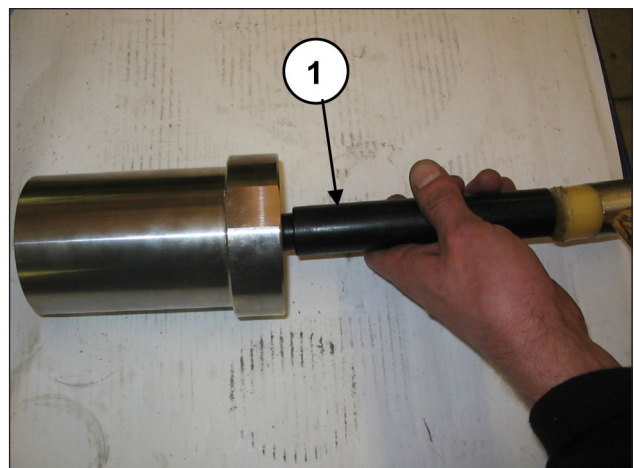
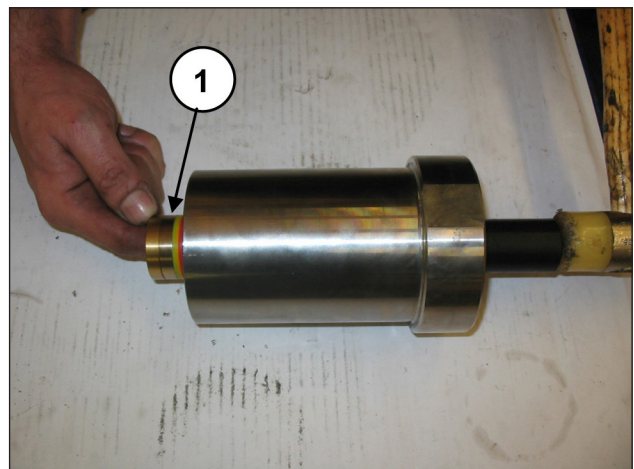

Abb. 114
Abb. 115
Entnehmen Sie nach Trennung der Buchse vom Dichtungshalter mit einem speziellen Kunststoffdorn (Pos. ①, Abb. 114) den HD (Hochdruck) Dichtungssatz (Pos. ①, Abb. 115).
**Bei jedem Ausbau muss der HD-Dichtungssatz (Pos. ①, Abb. 115) ausgetauscht werden.**